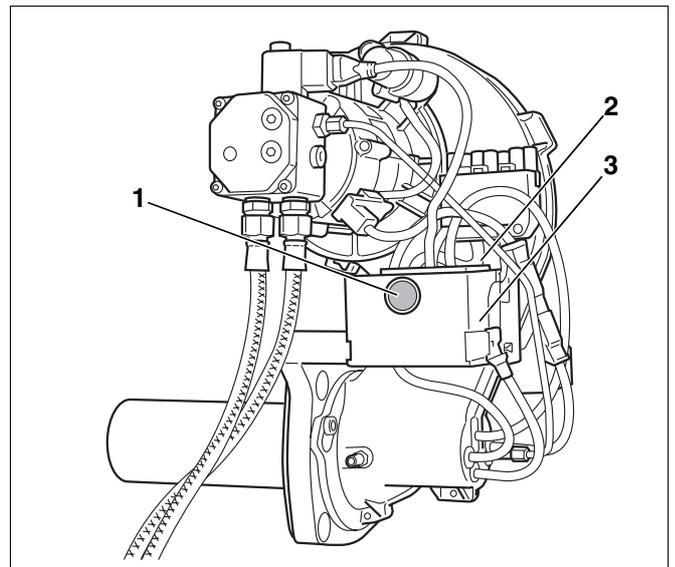

Abb. 15 Entstörtaster und Signalleuchte
- Entlüften Sie das System mit Hilfe der eingebauten Ölpumpe, nicht durch wiederholtes Drücken des Entstörtasters (Abb. 15, **Pos. 1**).
- Entstörtaster (Abb. 15, **Pos. 1**) länger als eine Sekunde drücken (einschalten). Nach ca. fünf Sekunden geht der Brenner in den Anfahr- bzw. Betriebsmodus (siehe Tabelle 9, „Anzeige des Betriebszustandes des Brenners über die mehrfarbige LED“, Seite 15).
- Entstörtaster drücken (Abb. 15, **Pos. 1**).